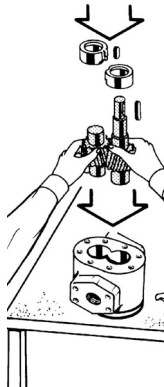

Рисунок 9.18 Сдвигание валов и подшипников скольжения с клиновой шпонкой в корпус по вертикали
- 9 Со стороны привода сдвиньте подшипники скольжения стороны привода вместе с клиновой шпонкой в корпус (рисунок 9.18).